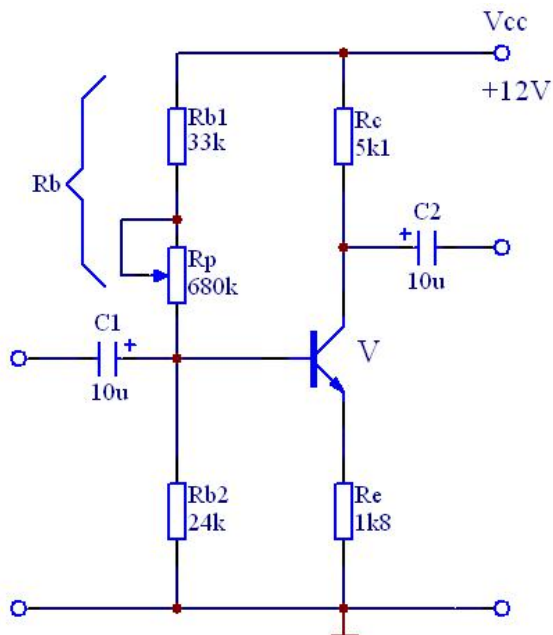

图 1.1 基本放大电路
- (1) 用万用表判断实验箱上三极管 V 的极性和好坏, 电解电容 C 的极性和好坏。
(2) 按图 1.1 所示, 连接电路(注意: 接线前先测量+12V 电源, 关断电源后再连线), 将  $R_P$  的阻值调到最大位置。